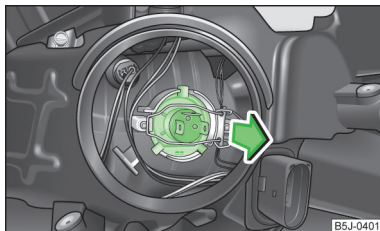

Fig. 154
- » Svitare il connettore della lampadina, sbloccare l'asticella e quindi estrarre » fig. 154 la lampadina.